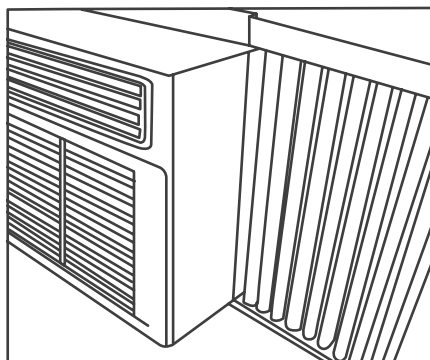

Fig.4
- Une fois le panneau installé sur le côté de l'armoire, assurez-vous qu'il est bien fixé à l'intérieur du profilé du cadre en effectuant de légers ajustements. Faites glisser les extrémités supérieure et inférieure du cadre dans les rails supérieur et inférieur de l'armoire. Voir la Fig.4.